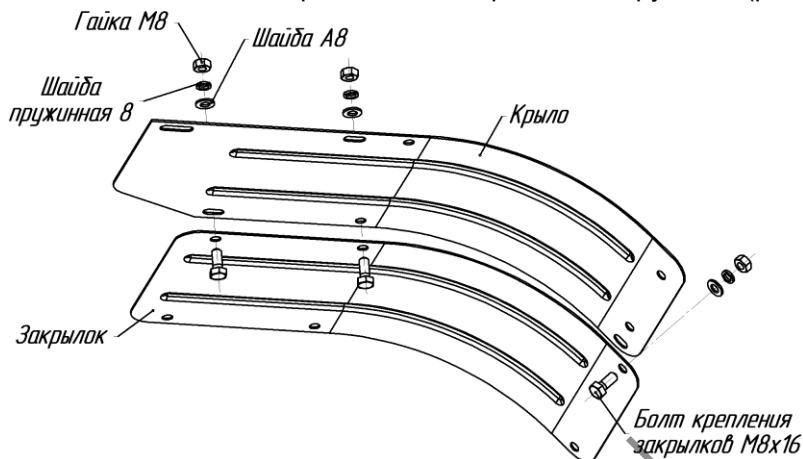

Рис.11 Схема крепления закрывков
закреплены с помощью исправного стандартного инструмента (рис.11).
10. При работе с фрезами-культиваторами необходимо установить закрывки (рис.11).